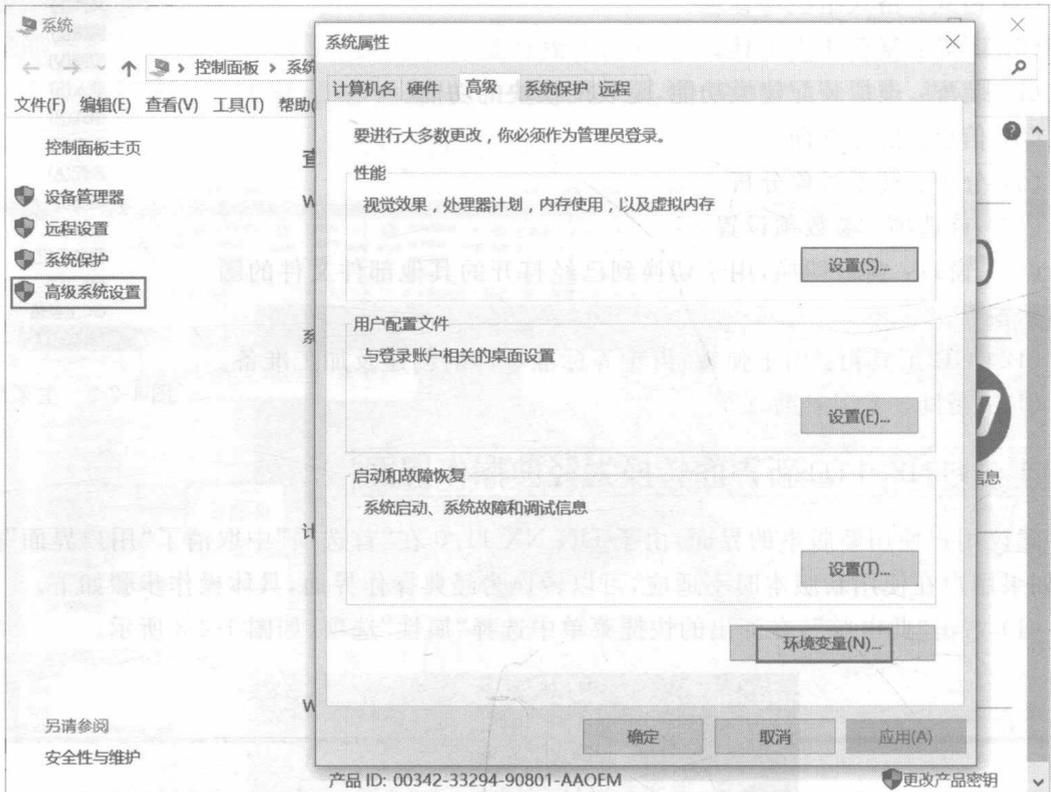

图 1-2-4 查找“环境变量”
- (2) 单击“高级系统设置”按钮，弹出“系统属性”对话框，在“高级”选项卡中，单击“环境变量”按钮，如图 1-2-4 所示。